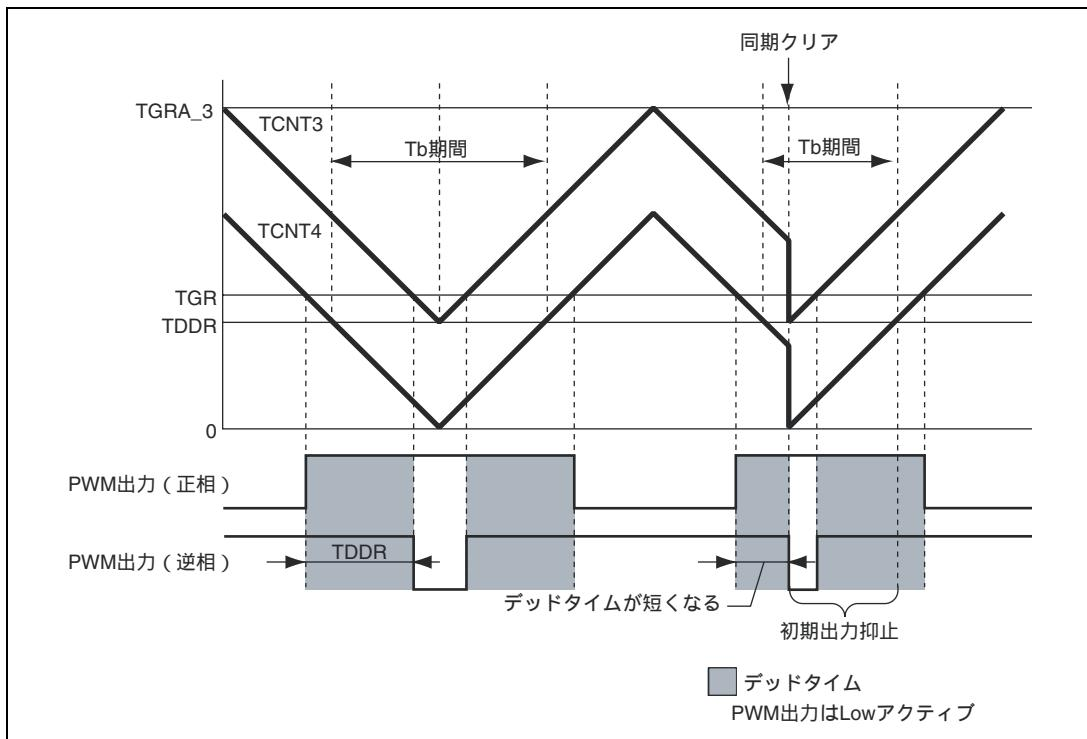

図 11.113 条件 (1) の同期クリア例
条件 (1) 初期出力の抑止期間 にて、PWM 出力がデッドタイム期間中に、同期クリアする（図 11.113）。